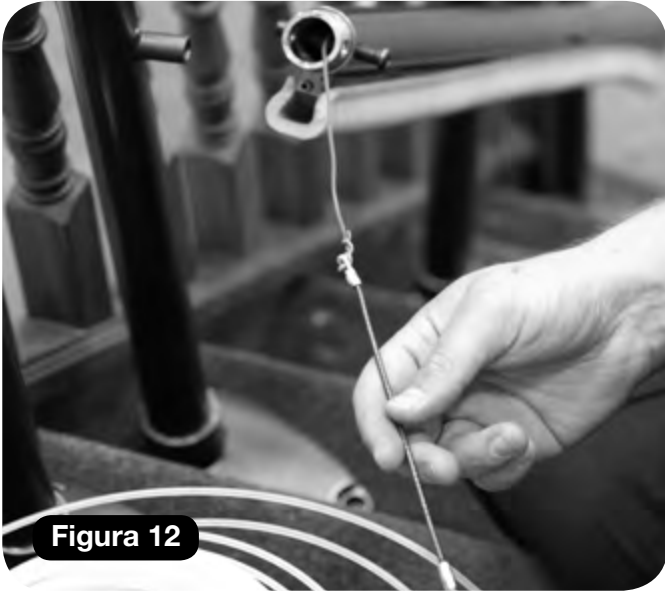

Figura 12
- 1 Utilice la varilla de empuje que instaló dentro del riel para pasar el cable rojo a través del riel **(Figura 12)**.